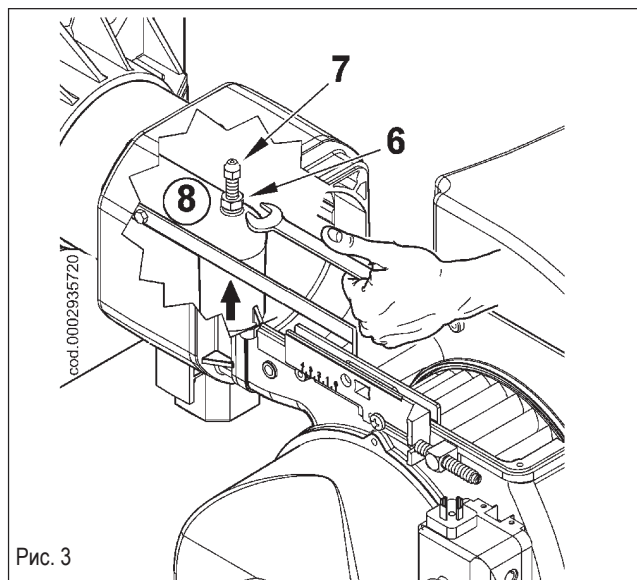

Рис. 3
- 3) Полностью отверните гайку (6), заверните винт (7), чтобы он вошёл внутрь газоподводящего патрубка (8) на такой отрезок, который позволил бы в дальнейшем демонтаж узла смесителя. Слегка приподнимите с паза газоподводящий патрубок (8), (рисунок 3).